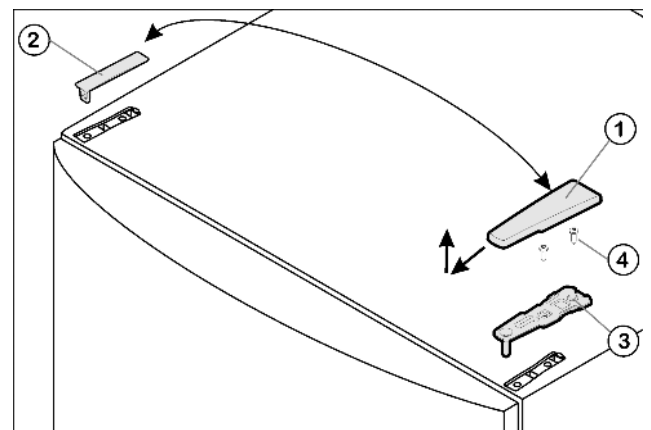

Fig. 5
- ▶ Enlever le cache Fig. 5 (1) vers l'avant et vers le haut.
- ▶ Retirer le cache Fig. 5 (2).
- ▶ Dévisser le support d'appui supérieur *Fig. 5 (3)* (2 Torx® 25) *Fig. 5 (4)* et retirer vers le haut.
- ▶ Placer le support d'appui supérieur *Fig. 5 (3)* sur le nouveau côté charnière de porte.
- ▶ Visser le support d'appui supérieur à fond (avec 4 Nm) (2 Torx® 25) *Fig. 5 (4)*. Pointer les trous de vissage ou utiliser une visseuse sans fil.
- ▶ Faire encliqueter le cache *Fig. 5 (1)* et le cache *Fig. 5 (2)* du côté opposé.